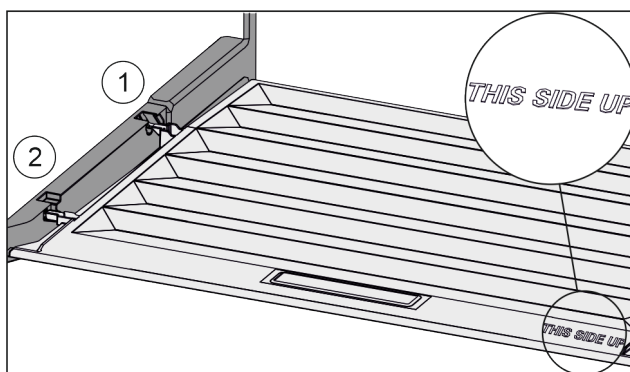

Fig. 36
- ▶ Ramiona pokrywy wprowadzić ponad otworem tylnego uchwyty *Fig. 36 (1)* i zazębnić z przodu w uchwycie *Fig. 36 (2)*.